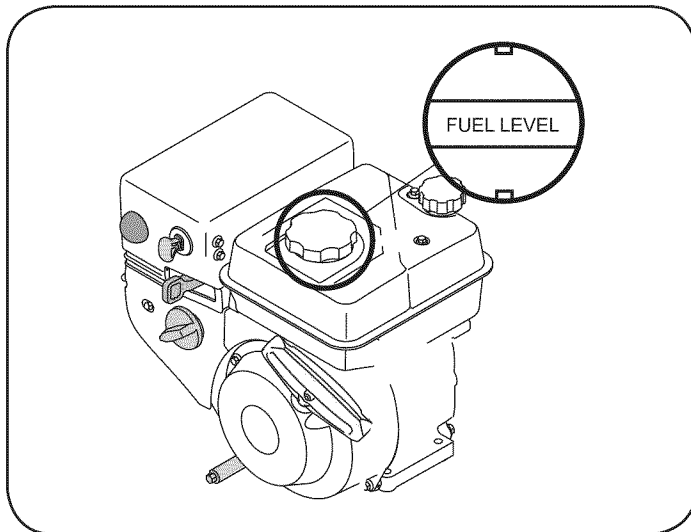

Figura 11
2. En el tanque de combustible hay un indicador de nivel. Llene el tanque hasta llegar al nivel de combustible del indicador. Vea la Figura 11. Tenga cuidado para no llenar el depósito en exceso.